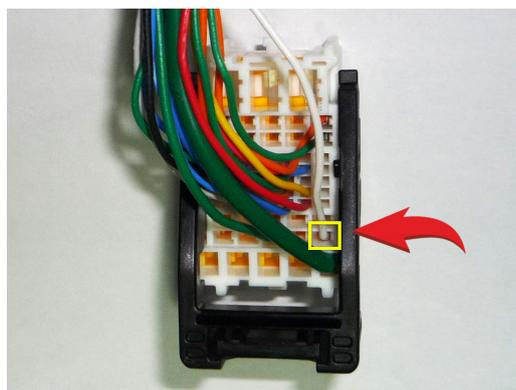
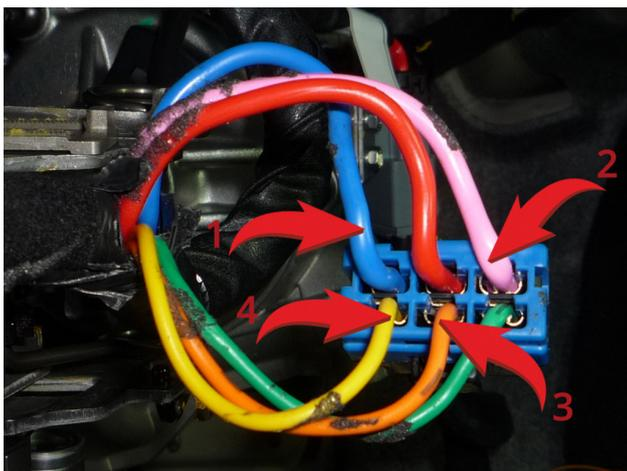
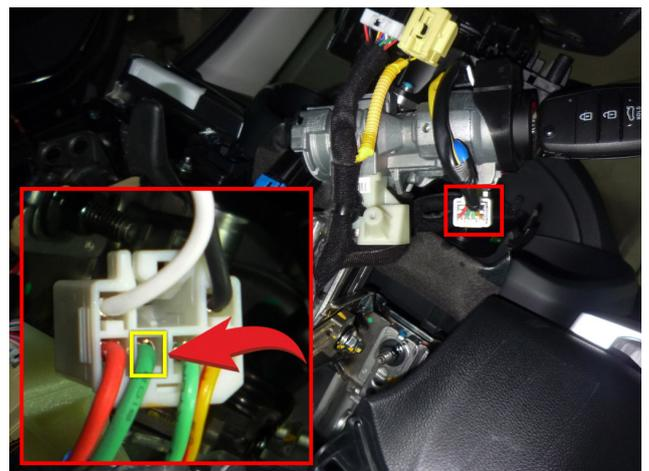

Рис.3 Шина данных (белый провод)
Рис.4 Подключение к силовым цепям замка зажигания.
Рис.5 Ключ в замке
4. Подключите модуль автозапуска ESM-250 – выводы модуля, которые требуется подключить выделены на рис. 3. Подключение производится в синем разъеме непосредственно у замка зажигания (см. рис. 4). Так же требуется подключение к проводу а/м, на котором присутствует статус «ключ в замке» (см. рис. 5).